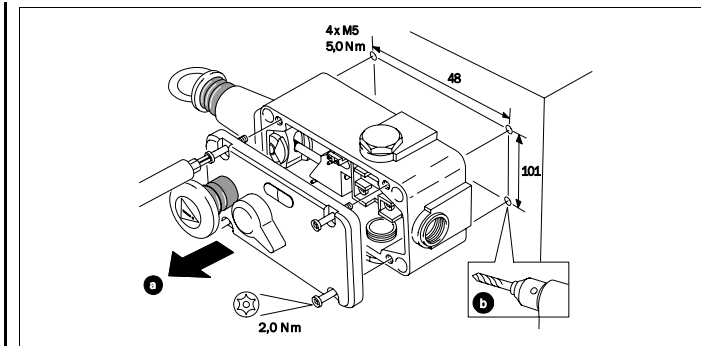

Fig. 1: montaggio dell'interruttore
- Montare l'interruttore a fune con 4 viti M5 (vedere Fig. 1).